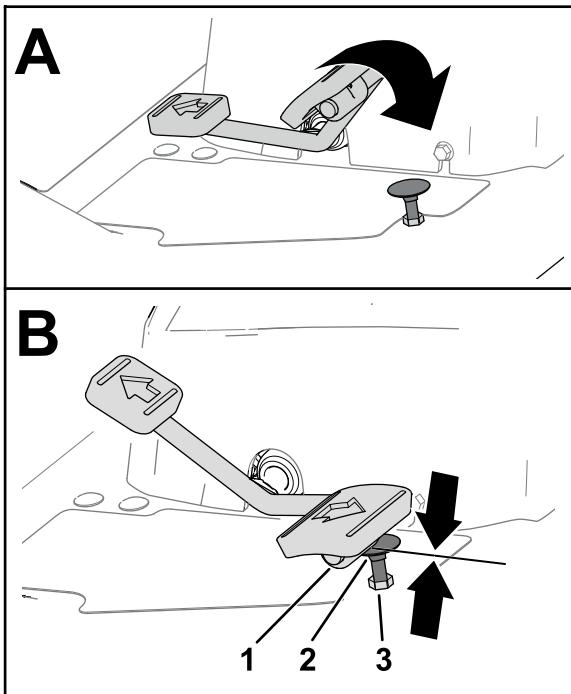
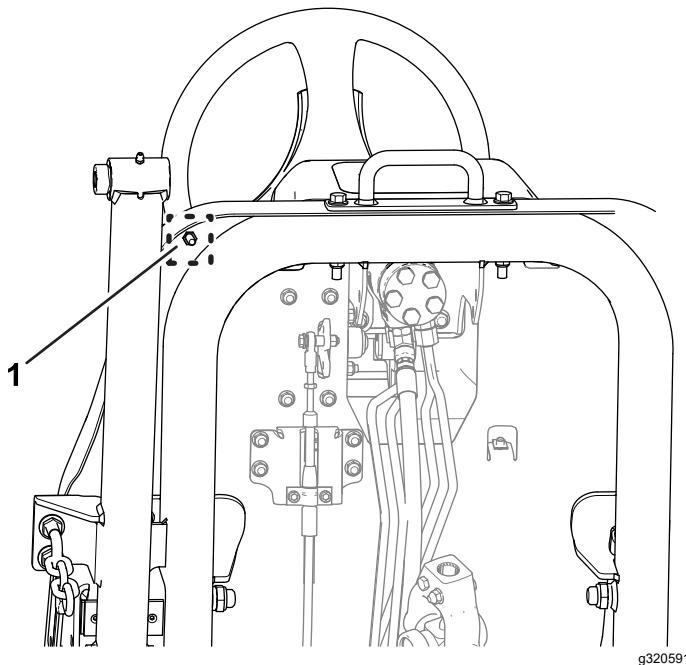

Figura 81
Figura 82
1. Pise el pedal de tracción a fondo (hacia adelante) (Figura 81).
- A. Sujete el tope del pedal de tracción (Figura 81) con una llave inglesa.
- B. Afloje la contratuerca situada por debajo de la placa del reposapiés (Figura 82).
- C. Mueva el pedal de tracción en la posición de velocidad máxima hacia adelante (Figura 81).
- D. Mientras sujetá el tope del pedal de tracción, ajuste la contratuerca situada encima de la placa del reposapiés (Figura 81) hasta que el pedal de tracción entre en contacto con el tope.
- F. Mientras sujetá el tope del pedal de tracción, apriete la contratuerca situada debajo de la placa del reposapiés (Figura 81 y Figura 82) a entre 37 y 45 N·m.